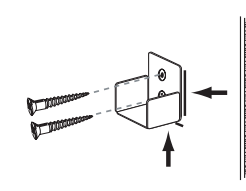

FIG. 1.7
10. Retire el estante y coloque la ménsula en las líneas dibujadas para marcar el lugar de los orificios para poner los tornillos. Adose la ménsula usando tornillos N° 8 de 1 1/2 pulg. (Fig. 1.7). Use los anclajes de pared plásticos que se proporcionan si no cuenta con ningún poste.